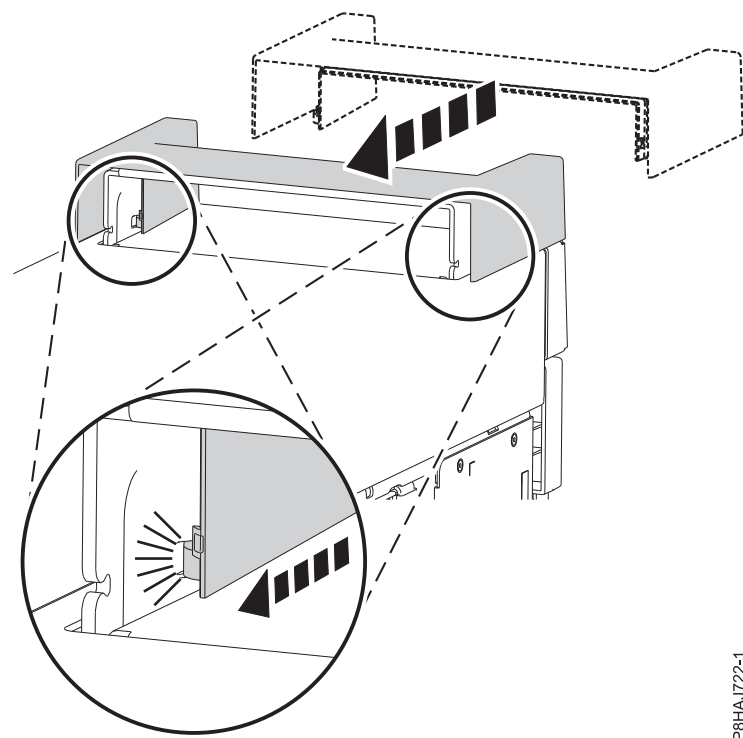

Figure 24. Mise en place de la poignée sur un système autonome 8286-41A
1. Fixez la poignée à la station d'accueil RDX interne (FC EUA3) en la faisant coulisser vers l'arrière du système. Voir figure 24.